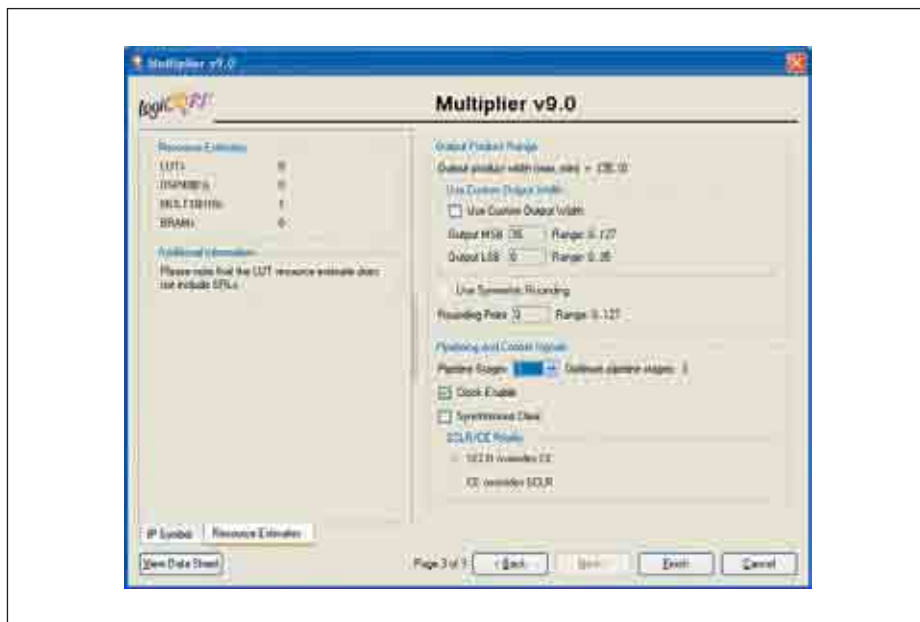

Рис. 67. Вид заключительной диалоговой панели «мастера» настройки параметров ядра умножителя Multiplier Generator версии v9.0
Третья, заключительная, диалоговая панель «мастера» настройки ядра *Multiplier Generator* версии v9.0 используется для определения параметров выходного порта и количества ступеней при организации конвейерной обработки данных в создаваемом умножителе. Вид этой диалоговой панели приведен на рис. 67.
*Output Product Range* (рис. 67). Эта информация приводится в виде совокупности пары значений: номера старшего значащего разряда (*most-significant bit, MSB*) и номера младшего значащего разряда (*least-significant bit, LSB*). При этом пользователю предоставляется возможность изменения отображаемых значений. Для изменения разрядности выходного порта и номеров старшего и младшего разрядов нужно установить в состояние «Включено» индикатор *Use Custom Output Width*, который находится во встроенной панели с тем же названием. После этого становятся доступными поля редактирования *Output MSB* и *Output LSB*, расположенные в этой же встроенной панели. Первоначально в этих полях отображаются автоматически вычисленные значения номеров старшего (*Output MSB*) и младшего (*Output LSB*) разрядов получаемого результата умножения. При необходимости можно отредактировать представленные значения в пределах допустимых диапазонов, которые указаны справа от полей редактирования.
Для определения количества ступеней (дополнительных регистров) при организации конвейерной обработки данных и выбора входов управления выходного регистра (при его использовании) в формируемом умножителе предназначены поле выбора *Pipeline Stages* и индикаторы состояния *Clock Enable* и *Synchronous Clear*, расположенные во встроенной панели *Pipelining and Control Signals* заключительной диалоговой панели «мастера» настройки (рис. 67). Количество регистров, необходимых для организации конвейерной обработки данных, указывается в поле выбора *Pipeline Stages*. Если в выпадающем списке возможных вариантов этого поля выбрано нулевое значение, то будет сформировано описание умножителя с комбинационными выходами. При выборе единичного значения в этом списке выполняется генерация описания умножителя, в состав которого включен выходной регистр. В том случае, когда в поле выбора *Pipeline Stages* указывается значение больше единицы, в структуре создаваемого умножителя кроме выходного регистра присутствуют дополнительные регистры, используемые для организации конвейерной обработки данных. Информация об оптимальном количестве регистров приводится в строке *Optimum pipeline stages*, которая находится справа от рассматриваемого поля выбора.